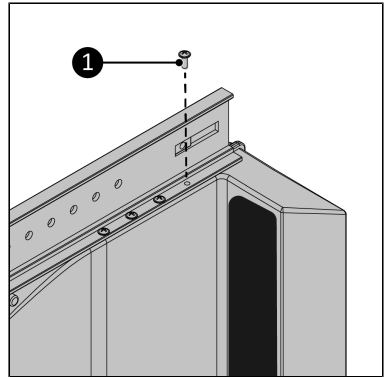

Abbildung 131.
6. Schrauben Sie die Hauptschiene mit den acht 3,5 x 12 mm Schrauben (Abbildung 131, Pos. 1) am Way-out fest. Stellen Sie sicher, dass alle Schraubenlöcher übereinstimmen.